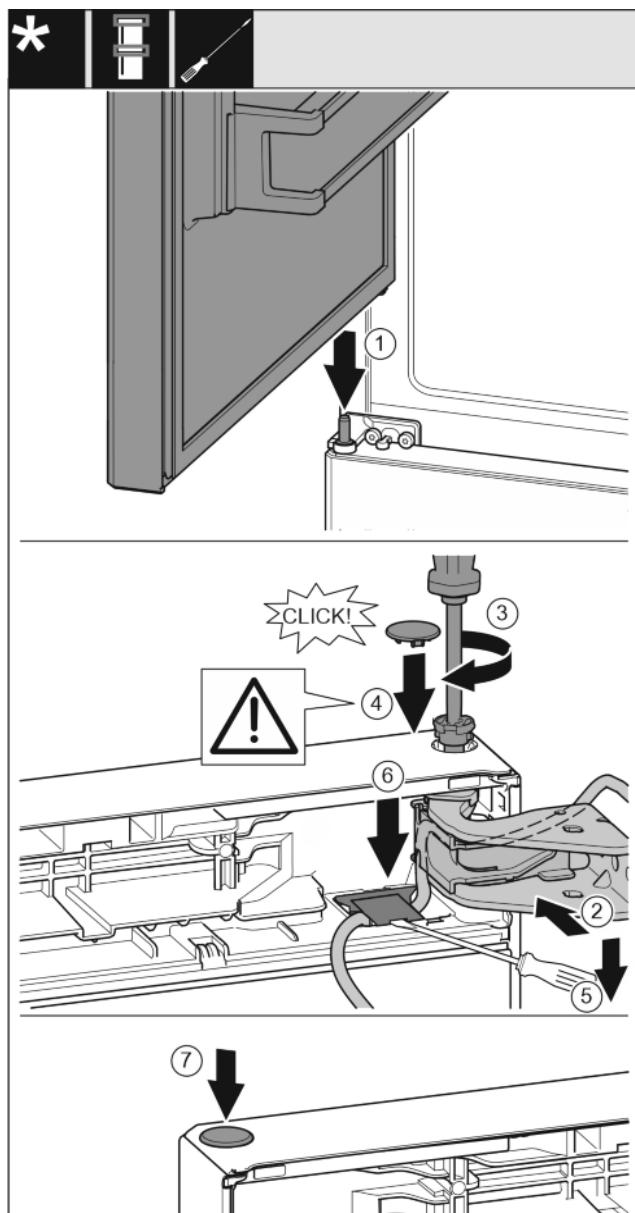

Fig. 33
- Obere Tür auf mittleren Lagerbolzen setzen Fig. 33 (1)
- Tür oben zur Öffnung im Lagerbock ausrichten. Fig. 33 (2)
- Bolzen einsetzen und mit Schraubendreher T15 fest-schrauben. Fig. 33 (3)
- Sicherungsabdeckung zur Sicherung der Tür montieren: Sicherungsabdeckung einsetzen und kontrollieren ob sie auf der Tür aufliegt. Ansonsten Bolzen vollständig einsetzen. Fig. 33 (4)
- Mit dem Schlitzschraubendreher die Abdeckung anheben und herausziehen. Danach den Kabel darunter einsetzen. Fig. 33 (5)
- Abdeckung wieder einsetzen und nach unten drücken bis sie einrastet. Fig. 33 (6)
- Stopfen einsetzen. Fig. 33 (7)